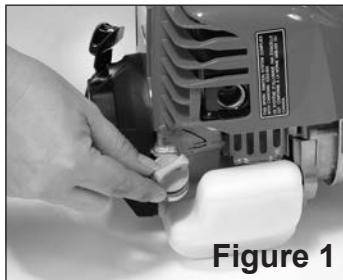

Figure 1
- Il est important de placer la motobêche 4 temps Mantis comme sur la **Figure 1** pour que l'huile remplisse correctement le carter. Cela évite d'endommager le moteur.